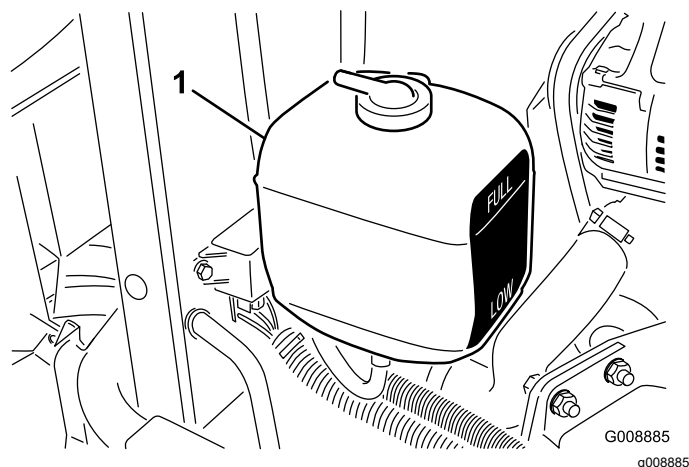

Figura 31
1. Compruebe el nivel de refrigerante del depósito de expansión (Figura 31). Con el motor frío, el nivel del refrigerante debe estar aproximadamente en el punto medio entre las marcas del lateral del depósito.